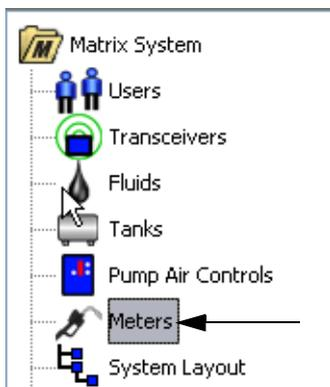

Рис. 85
- Щелкните на значке «Meters» [Расходомеры] (Рис. 85) из перечня на панели системы Matrix. Отобразится экран «Meters» [Расходомеры].